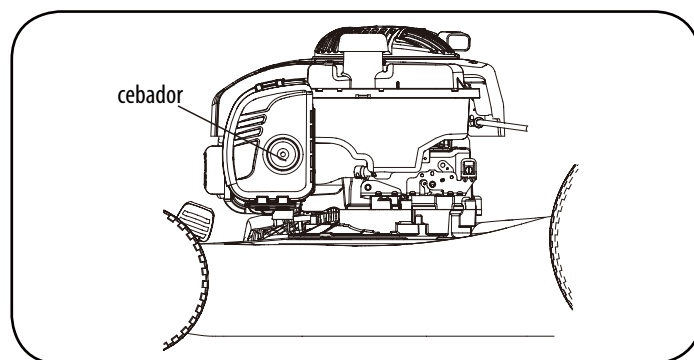

Figura 13
1. Al arrancar un motor frío, presione el cebador completamente de 3 a 5 veces (ver Figura 13).